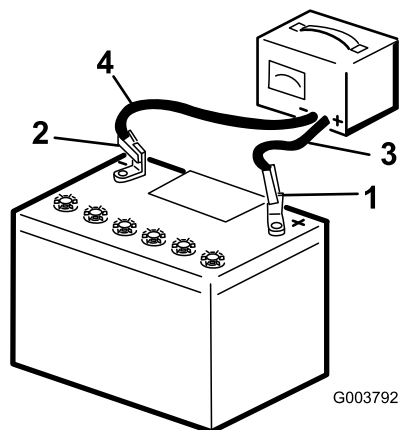

図 50
- 3-4 A で 4-8 時間、バッテリーを充電する 図 50。充電しすぎないように注意すること。
- 充電が終わったら、チャージャのプラグをコンセントから抜いてから、チャージャのリード線をバッテリー端子から外す 図 50。